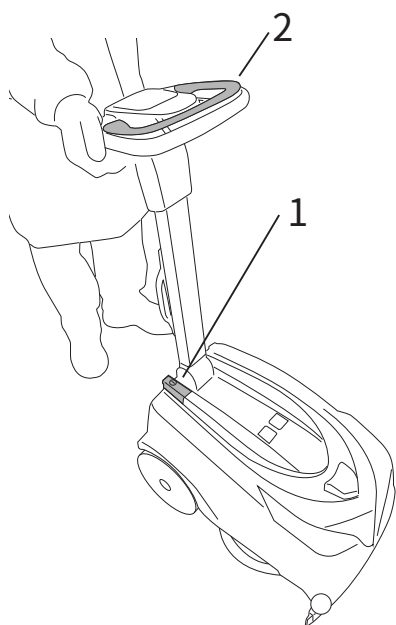
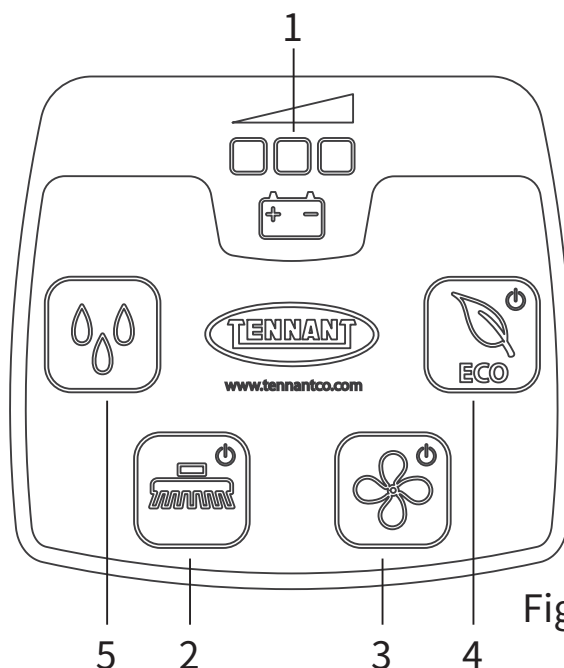

Fig.14
Fig.15
- メインスイッチ (図14、参照1)：本機のすべての機能との間で電力を接続・切断します。
- バッテリー充電インジケータ (図15、参照1)：赤色、黄色、緑色の3つのLEDで構成され、バッテリーの充電レベルを表示します。充電レベルの目安：
- ブラシコントロールボタン (図15、参照2)：「ブラシ」機能の操作を有効 (LED点灯)、無効 (LED暗色) にします。「ブラシコントロールレバー」 (図14、参照2) を操作するまで、ブラシは回転しません。
- 吸引制御ボタン (図15、参照3)：吸引モーターをオン (「LED点灯」、オフ (「LED暗色」) にします。これは、スクラブ (こすった) 後に床を乾かすのに必要な真空を発生させます。モーターは「ブラシコントロールレバー」により有効化されている時にのみ作動します。
- 洗剤フローボタン (図15、参照5)：次の手順に従って、洗剤溶液のフローを有効化、無効化、または変更することができます。
- ECOボタン (図15、参照4)：ECO操作モードを有効 (LED点灯)、無効 (LED暗色) にします。